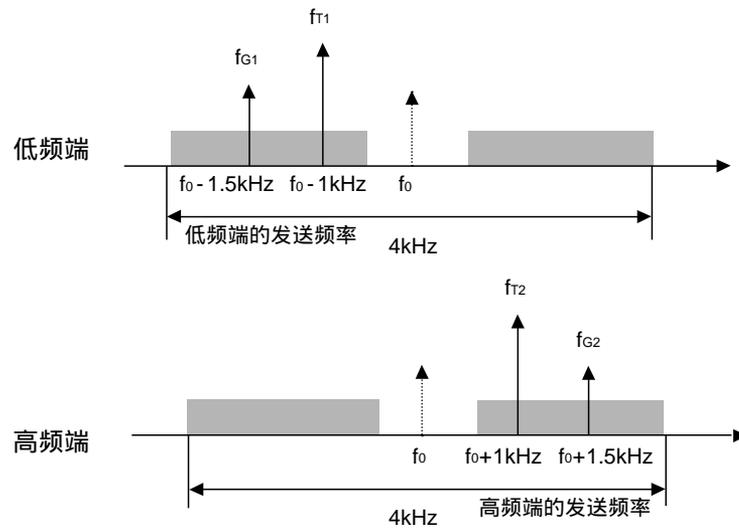
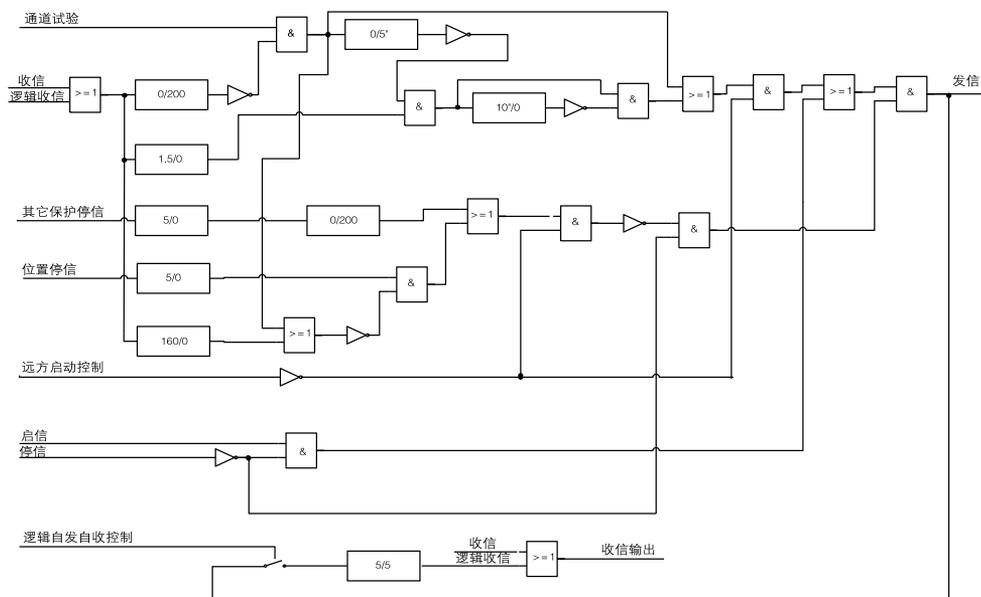

图2 SF-961B频率分配图
图3 装置启信、停信逻辑框图
频率分配见图2
在图2中， f_0 为中心频率， $f_{G1}=f_0-1.5\text{kHz}$ 为“低频端”的监频信号， $f_{T1}=f_0-1\text{kHz}$ 为“低频端”的命令信号； $f_{G2}=f_0+1.5\text{kHz}$ 为“高频端”的监频信号， $f_{T2}=f_0+1\text{kHz}$ 为“高频端”的命令信号。
- 装置启信、停信逻辑框图如图3所示。通道试验逻辑按照“四统一”高频保护收发信机逻辑设计，这部分逻辑关系与其它国内常规的收发信机一样。
见面板布置图（附图2和附图3），各插件面板信号说明如下：